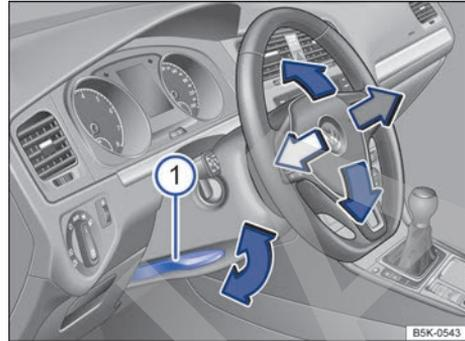

Fig. 74 Debajo del volante, en el guarnecido de la columna de dirección: palanca para el ajuste manual de la posición del volante.
- Tire hacia abajo de la palanca → fig. 74 ①.
- Después del ajuste, presione siempre la palanca → **fig. 74**  firmemente hacia arriba para que no se modifique la posición del volante accidentalmente durante la marcha.